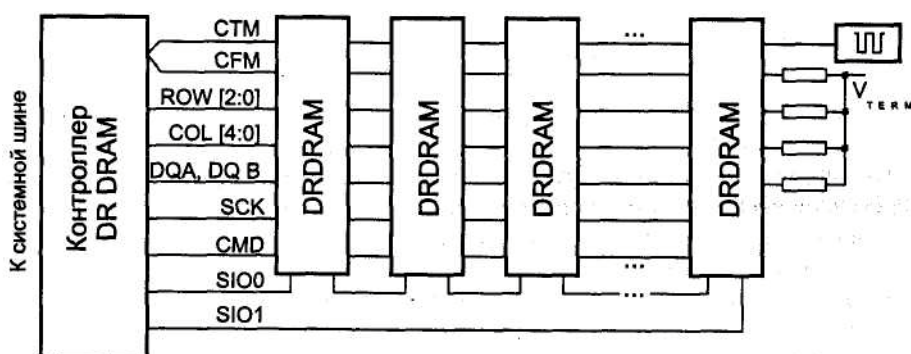

Рис. 7.8. Память Direct RDRAM
*Канал RDRAM (Rambus Channel)* представляет собой последовательно-параллельную шину. Такая организация позволяет ограничить количество линий интерфейса, что, в свою очередь, позволяет упорядочить разводку проводников ради повышения частоты передачи сигналов. Небольшое количество сигналов дает возможность выровнять задержки распространения сигналов по разным линиям и применить сверхбыстродействующие интерфейсные схемы. Тактовая частота канала — до 400 МГц, стробирование информации осуществляется по обоим фронтам синхросигнала. Таким образом, пропускная способность одной линии составляет 800 Мбит/с. Канал состоит из 30 основных линий с интерфейсом *RSL* (Rambus System Logic) и 4 вспомогательных линий КМОП, используемых для инициализации микросхем. Структура канала изображена на рис. 7.8. На канале может быть установлено до 32 микросхем, все микросхемы соединяются параллельно. Для того чтобы контроллер мог адресоваться к определенной микросхеме, каждой из них назначается уникальный адрес DEVID. Нумерация микросхем (Device Enumeration) осуществляется в процессе инициализации, который выполняется с использованием вспомогательного последовательного КМОП-интерфейса. Этот интерфейс имеет линии синхронизации SCK, команд CMD данных SIO.